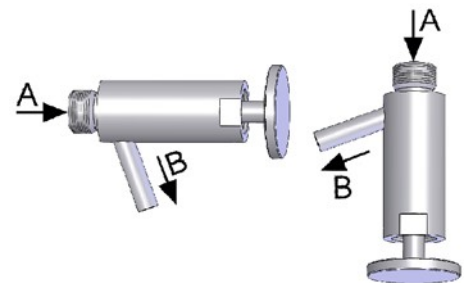

Fig. 1
Le nettoyage de l'intérieur de la vanne se fait via les supports d'échappement (B) (cf. fig. 1 / page 3), la vanne étant ouverte pendant le nettoyage du tank et des conduits.
La stérilisation par vapeur ou liquide se fait via les supports d'échappement (B) (cf. fig. 1 /page 3) ou pendant le nettoyage du tank ou du conduit.